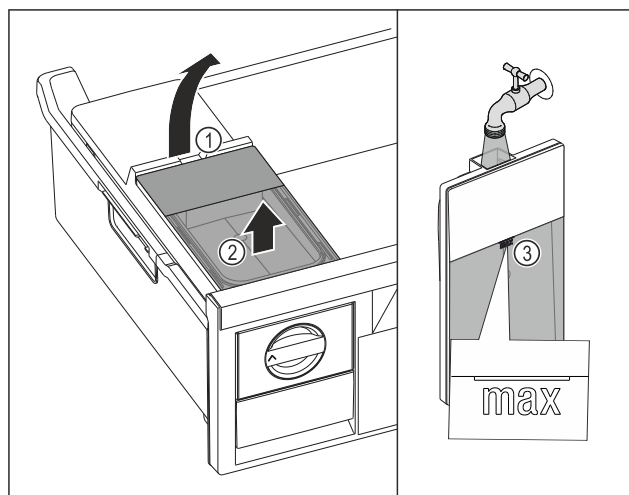

Fig. 97
- Podignite spremnik za vodu na otvoru Fig. 97 (1).
- Izvadite spremnik za vodu prema gore Fig. 97 (2)
- Spremnik za vodu napunite pitkom vodom do oznake Fig. 97 (3).